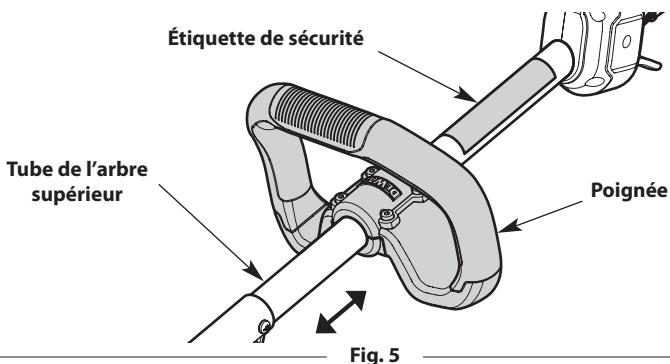

Fig. 5
5. Maintenez l'unité en position d'utilisation (Fig. 13). Déplacez le manche vers le haut ou le bas sur le tube supérieur pour trouver une position confortable (Fig. 5). S'assurer que la poignée est placée au-delà de l'étiquette de sécurité (Fig. 5).
2. Maintenez l'unité en position d'utilisation (Fig. 13). Déplacez le manche vers le haut ou le bas sur le tube supérieur pour trouver une position confortable (Fig. 5). S'assurer que la poignée est placée au-delà de l'extrémité de l'étiquette de sécurité (Fig. 5).